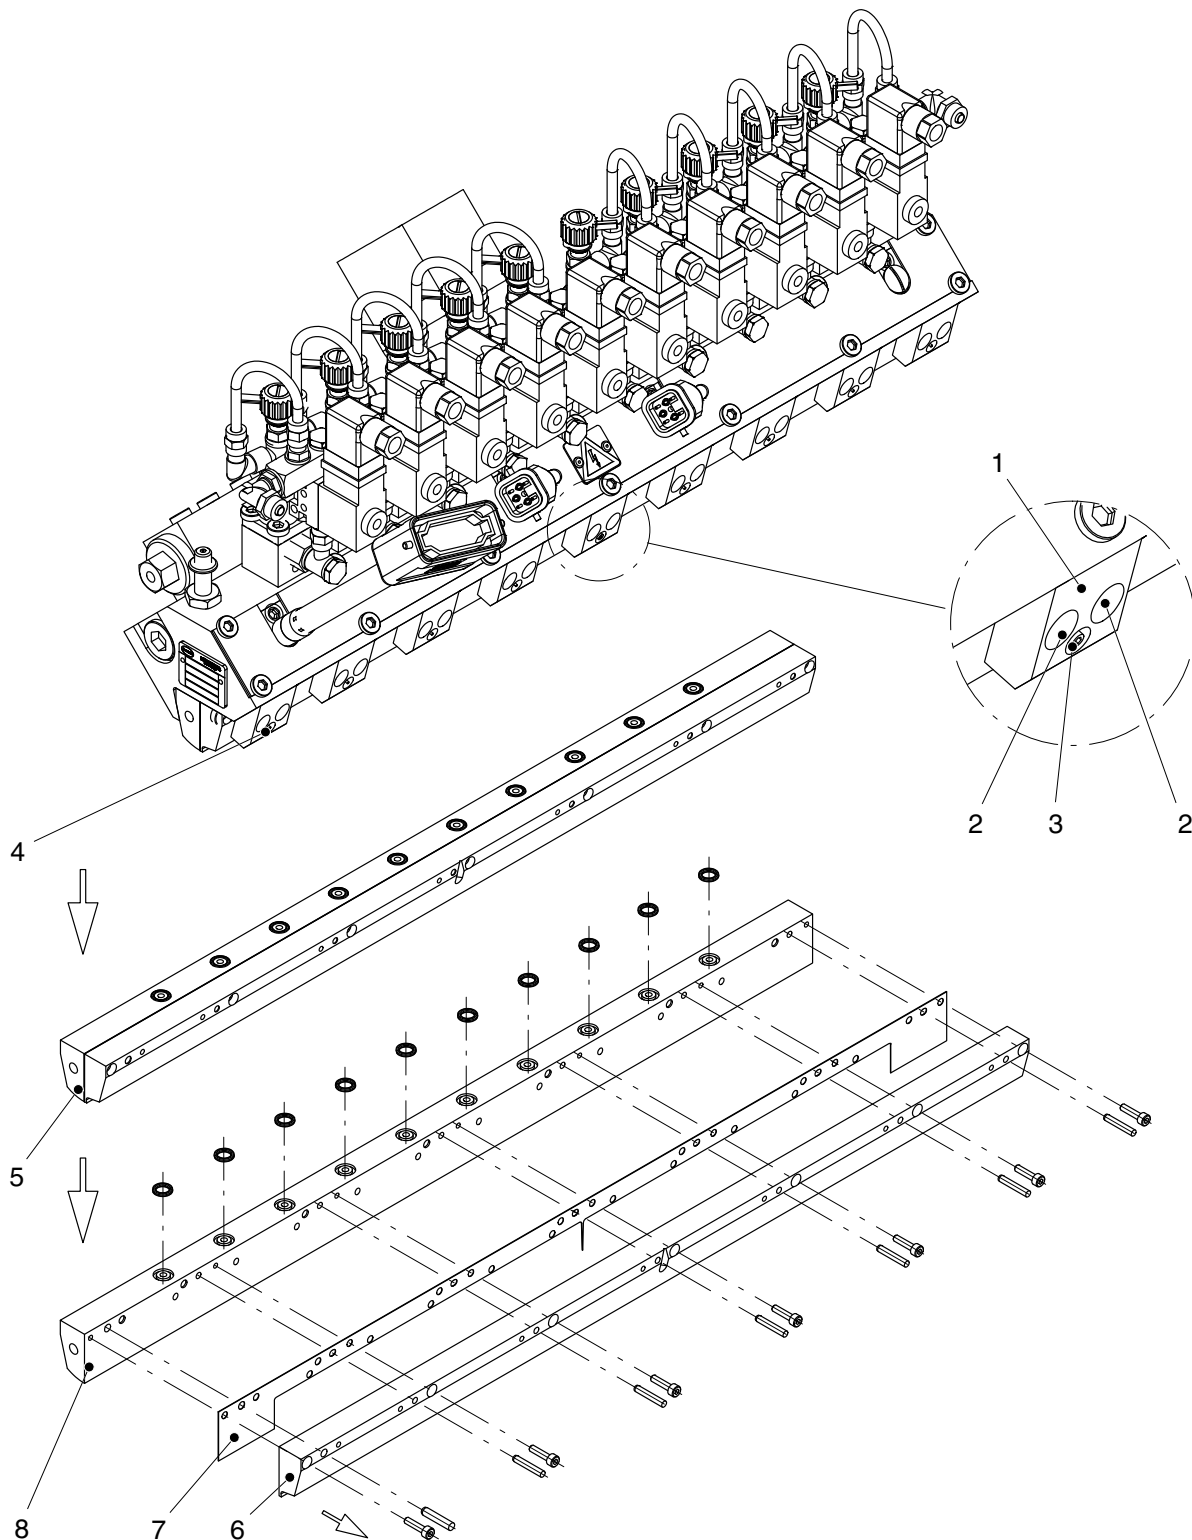

Fig. 5-2
2. Antes de desapertar os parafusos de aperto, verifique se o bico (5 , Fig. 5-2) não pode cair.
3. Desaperte todos os parafusos de aperto (4 , Fig. 5-2) e, se existir, o parafuso de aperto de centragem (3 , Fig. 5-2). Agora, o bico pode ser retirado para o lado. Apenas quando não há espaço na parte lateral do aplicador, retire adicionalmente todas as peças de aperto (1 , Fig. 5-2) e remova o bico pela frente.
5. Desarme o bico na fixação do bocal (8 , Fig. 5-2), o bocal (6 Fig. 5-2) e a chapa espaçadora (7 , Fig. 5-2).